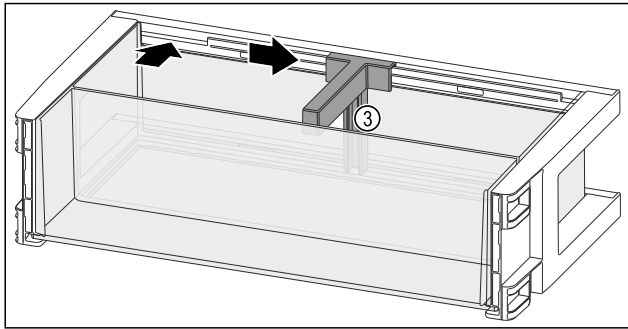

Fig. 117
- Insérer le porte-bouteilles Fig. 117 (3) dans l'évidement.
- Pousser le porte-bouteilles Fig. 117 (3) sur le côté en position souhaitée.